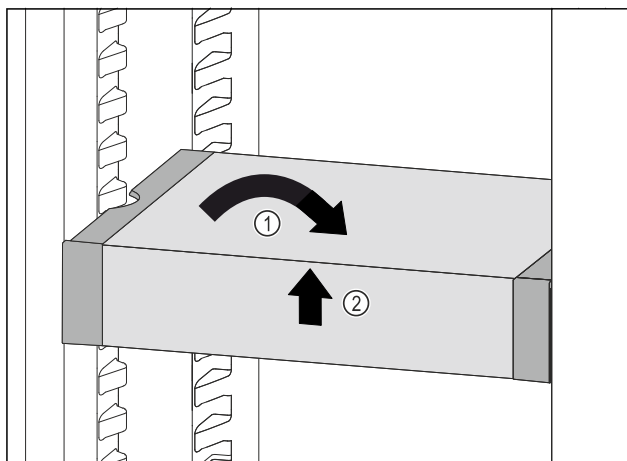

Fig. 123
- ▶ Ispravite VarioSafe. Fig. 123 (1)
- ▶ Podignite sprijeda VarioSafe. Fig. 123 (2)